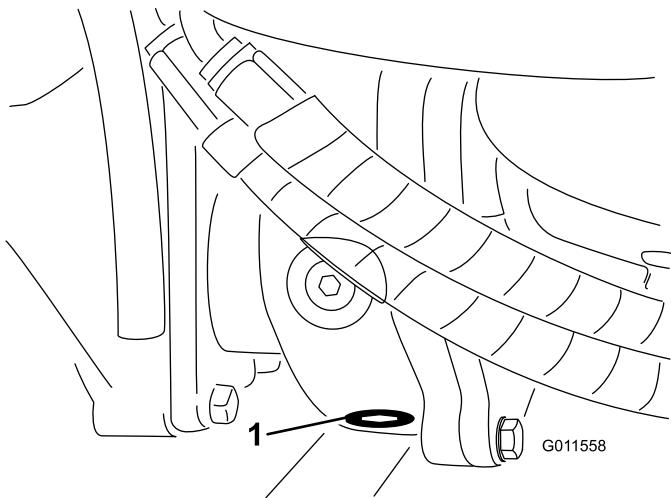

Bild 110
5. Reinigen Sie den Bereich um die Ablassschraube an der Unterseite des Getriebes (Bild 110)